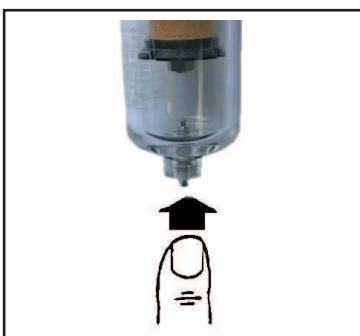

Fig.7 Abb.7
- Ogni mese scaricare l'acqua accumulata nel filtro uscita aria (Fig. 7) procedendo nel seguente modo: (operazione da eseguire con il serbatoio in pressione) premendo sul pulsante si ottiene lo scarico della condensa contenuta nel bicchiere;
- Einmal monatlich das im Luftablassfilter (Abb.7) angesammelte Wasser ablassen, indem folgendermaßen vorgegangen wird: (dieser Eingriff ist bei unter Druck stehendem Tank auszuführen)